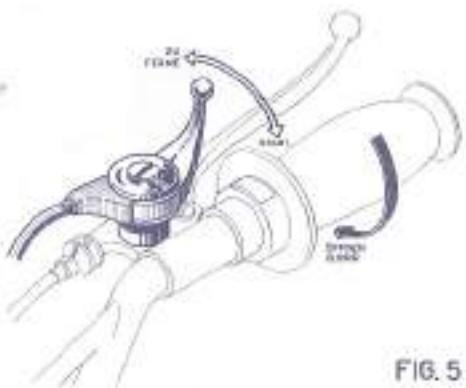

FIG.5
6. Gasdruckgriff (Fig.5)
7. Starterhebel (Fig.5)
6. Poignée des gaz (fig.5)
7. Levier de starter (fig.5)
2. Der Starterhebel in geschlossener Stellung liegt d.h. nach vorn (Fig.5).